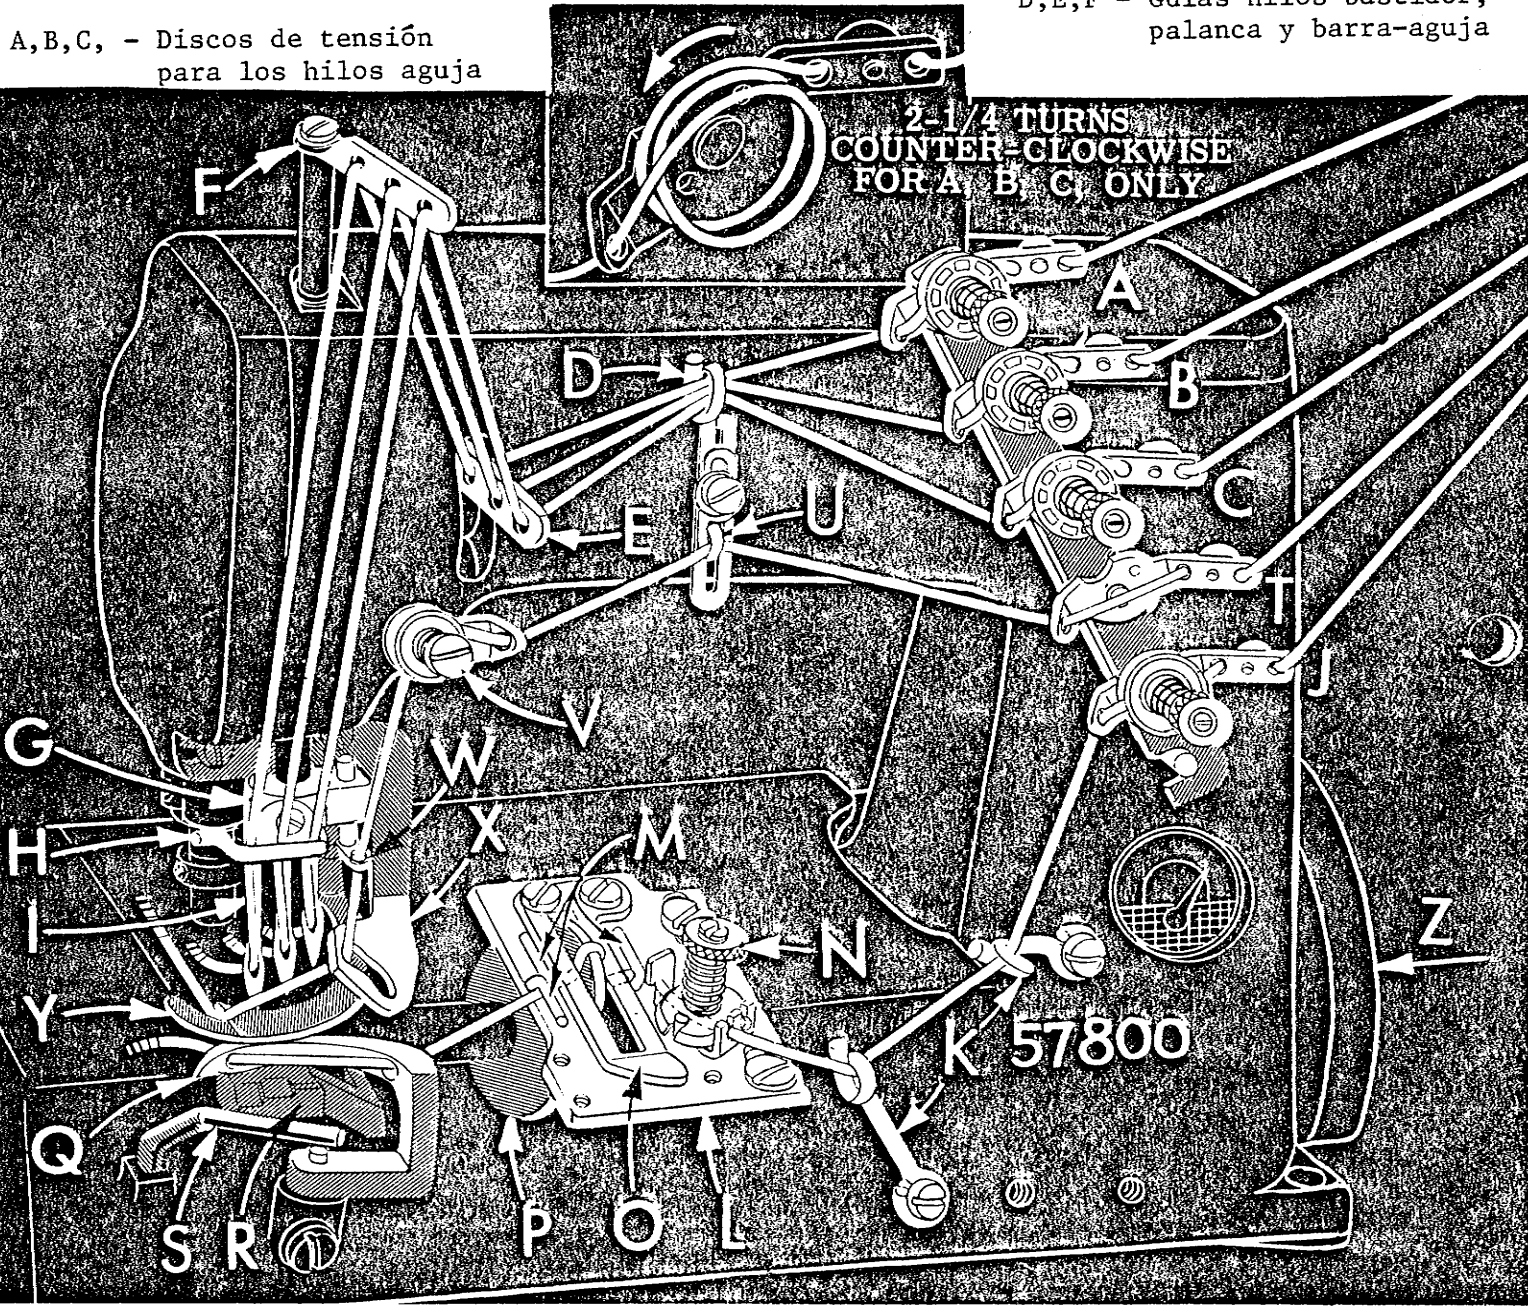

Fig. 45
Fig. 45 Aquí está mostrado el enhebrado correcto para las máquinas de la Clase 57.800 Apriete las tuercas del eje tensión para aplicar aproximadamente 3 onzas de tensión para los hilos aguja izquierda y central y de 4 a 5 onzas de tensión en el hilo aguja derecha. La tensión del hilo del recubridor es aplicado a través de los discos de tensión, colocados en la parte delantera de la máquina debajo del guía-hilo de la palanca-aguja. La tensión del hilo del looper es aplicada a través del conjunto discos de tensión (N) colocado en la plancha-soporte de desprendimiento. La tensión aplicada en J es principalmente usada para estabilizar el hilo.